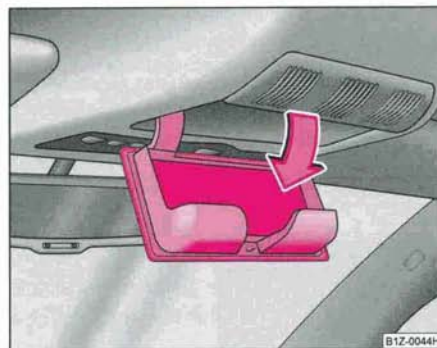

Fig. 104 Partie du revêtement de pavillon: Rangement pour lunettes
- Appuyez sur le couvercle du vide-poches, le vide-poches s'ouvre vers le bas ⇒ fig. 104.